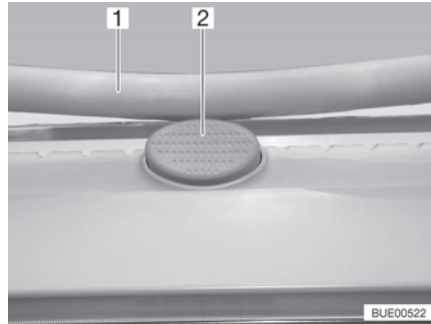

Fig. 54 Botón de seguridad (claraboya Heki)
- Pulsar el botón de seguridad (Fig. 54,2) y tirar el estribo (Fig. 54,1) hacia abajo con ambas manos.
- Presionar el estribo hacia arriba con ambas manos hasta que el estribo se encuentre encima del botón de seguridad (Fig. 54,2).